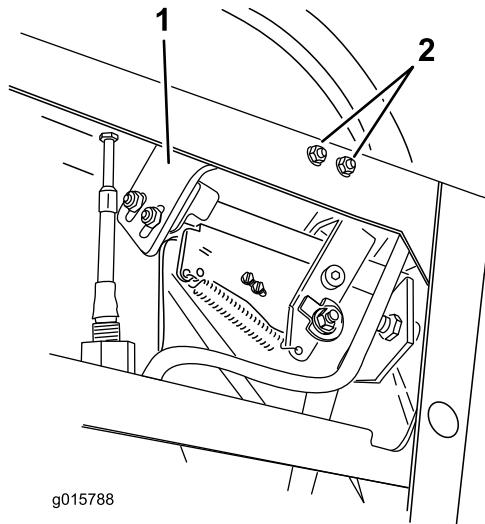

図 14
11. コントロールブラケットにヨークを取り付ける；新しいショルダーボルトとロックナット (1/4 インチ) を使う。反対側にも同じ作業をする（図 14）。